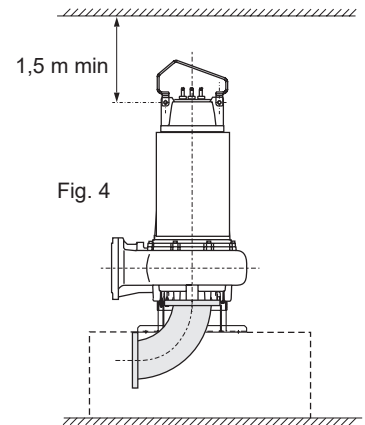

Fig. 4
- 1 - Electrobomba dispuesta con eje rotor vertical sobre específico pie de sostén y curva embridada en aspiración (fig. 4). Para mover la máquina, desmontar la manilla y volver a montarla en otra posición, de forma que al levantarla, el eje de la máquina quede vertical.